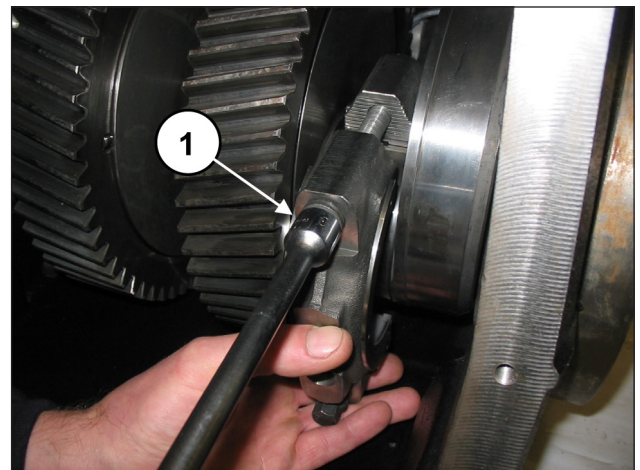

Fig. 84
Fixer les chapeaux sur les demi-bielles à l'aide des vis M12x1,25x87 (rep. ①, Fig. 84).